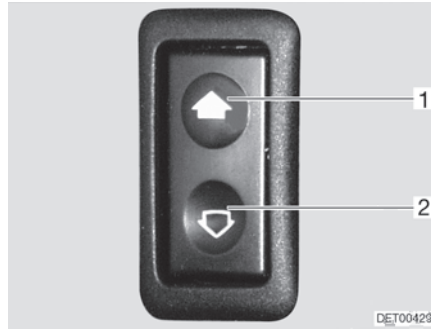

Fig. 27 Interruptor para el elevalunas eléctrico
- Abrir:* ■ Pulsar la parte inferior (Fig. 27,2) del interruptor.
- Cerrar:* ■ Pulsar la parte superior (Fig. 27,1) del interruptor.